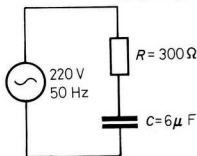

Bild 174
a) Zur Schaltung nach Bild 174 sollen folgende Grössen bestimmt werden: